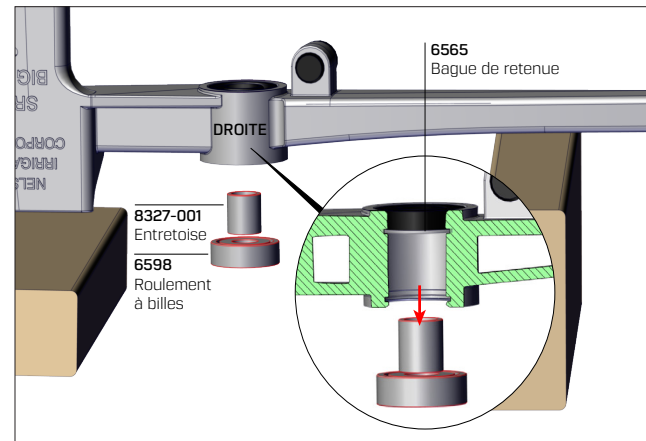
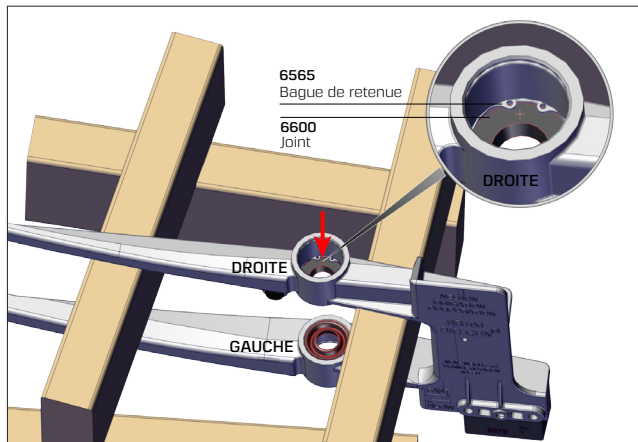

Fig. 8.
Fig. 9.
- les faire sortir en tapotant légèrement, en positionnant le bras d'entraînement comme indiqué sur la Fig. 9 à la page suivante.
- Dans le moyeu DROIT du bras d'entraînement, poussez l'entretoise n° **8327-001** et le roulement à billes n° **6598** dans le sens indiqué sur la Fig. 8. Voir également la Fig. 9 et la mise en garde à la page suivante.
- Soutenez le bras d'entraînement à l'aide de cales en bois, comme indiqué sur la Fig. 9. Poussez le joint n° 6600 hors du moyeu à l'aide d'un tournevis (ou d'un poinçon) et d'un marteau.
ATTENTION : L'alésage du moyeu du palier du bras d'entraînement DROIT contient la bague de retenue n° 6565. Comme illustré aux figures 8 et 9, cette bague de retenue est située entre le joint n° 6600 et le roulement à billes n° 6598. Le joint et le roulement doivent être démontés dans le bon sens, sous peine d'endommager le moyeu du bras d'entraînement !